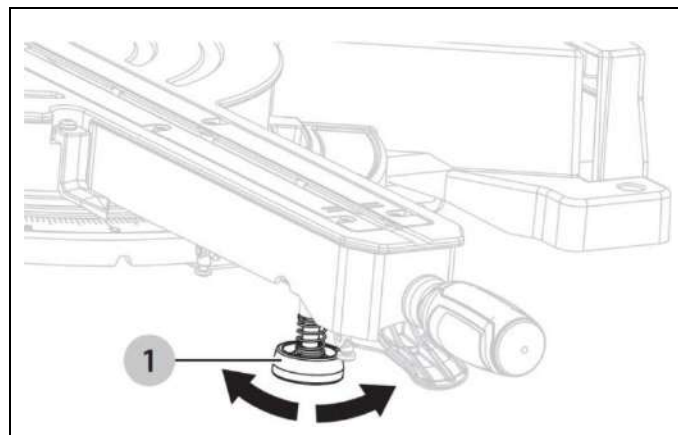

Рисунок 6
- Поместите пилу на кусок фанеры толщиной 19 мм (2). (Рис. 6с). Надежно прикрутите основание пилы к фанере, используя крепежные отверстия (1) (Рис. 5а) в основании. Используйте С-образные зажимы, чтобы закрепить этот лист фанеры на устойчивой рабочей поверхности на рабочем месте. (Рис. 5с)
Регулировка выравнивающей опоры (Рис.6)